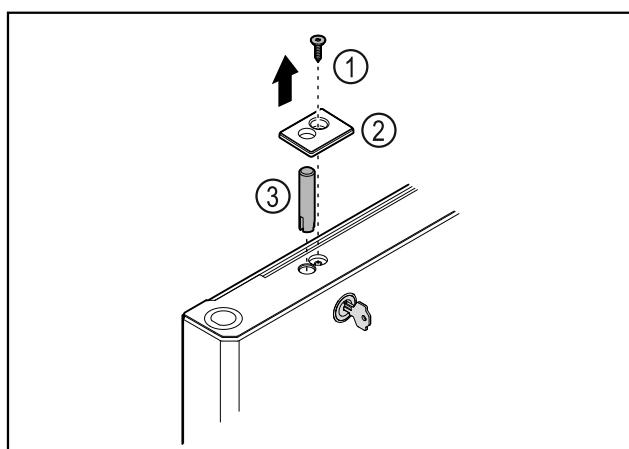

Fig. 38
- Отстранете винта Fig. 38 (1).
- Откопчайте капака Fig. 38 (2) с малка отвертка и го свалете.
- Издеглете болта на ключалката Fig. 38 (3).